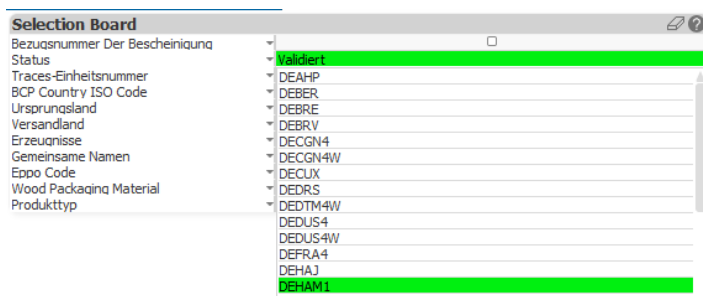

Abbildung 33: Dropdownliste der *TRACES-Einheitsnummer* in der Anzeige *Selection Board*
- Die Auswahl einer bestimmten GKS ist über die TRACES-Einheitsnummer möglich. Öffnen Sie hierzu die Dropdownliste der *TRACES-Einheitsnummer* im *Selection Board* (Abbildung 33).